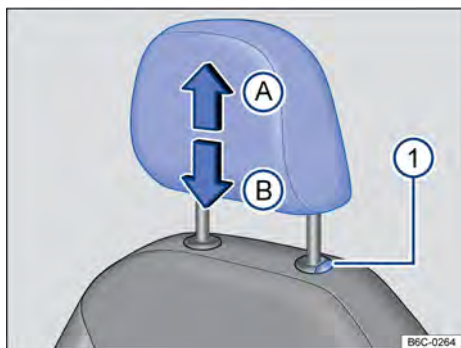

Fig. 67 Apoio para cabeça: ajustar, desinstalar e instalar.
- Deslocar o apoio para cabeça para cima (A) ou para baixo (B) na direção da seta com o botão → Fig. 67 ❶ pressionado → ⚠ em *Introdução ao tema* na página 83.
- Retirar o apoio para cabeça com o botão → Fig. 67 ❶ pressionado na direção da seta (A).
- Empurrar o apoio para cabeça totalmente para baixo na direção da seta (B) com o botão → Fig. 67 ❶ pressionado.
- Empurrar o apoio para cabeça para baixo com o botão na direção da seta (B) → Fig. 67 ❶ pressionado.